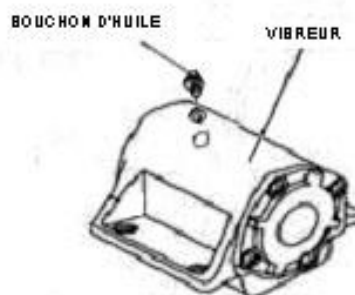

Figure 5. Bouchon d'huile du vibreur
2. Vérifier le niveau du vibreur en retirant le bouchon (jauge d'huile de vibreur) comme indiqué en Figure 5. Le niveau d'huile doit atteindre le bouchon. Le vibreur contient 100 cc. IMPORTANT : s'il faut de l'huile, utiliser de l'huile moteur SAE 10W-30.
1. Pour changer l'huile de vibreur, retirer le bouchon de vidange en bas à droite du vibreur (Figure 5) et simplement pencher le vibreur pour vidanger l'huile. Noter que l'huile se vidange plus facilement si elle est chaude. Rappelez-vous de n'utiliser que de l'huile de moteur 10W-30 pour remplacer l'huile de vibreur.